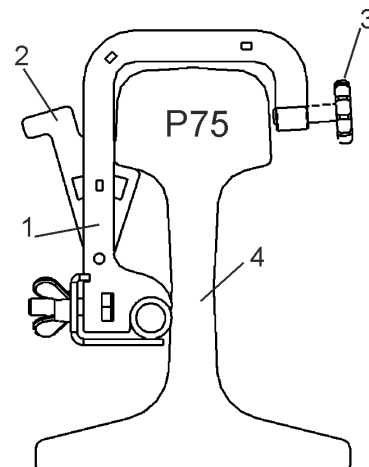

Рис.8 Положение упора при установке шлейфа на рельс P75
1.5.2.5 Задвинуть подвижный упор 2 (Рис. 8) в положение соответствующее типу рельса, на который установлен переносной шлейф. Поднять крепление 1 вверх до плотного прилегания упора к нижней грани головки рельса. В этом положении зафиксировать крепление 1 на рельсе 4 с помощью затяжки болта 3 (Рис.8);